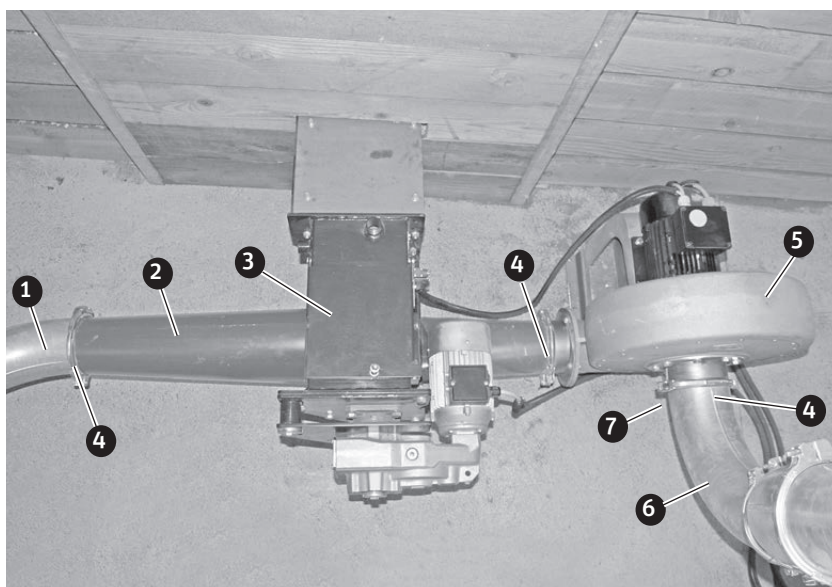

Fig. 217 Dispositivo di aspirazione
- ▶ Montare l'unità di trasferimento sulla cassetta d'aspirazione con 4 viti a testa esagonale M10x30 e i dadi M10 su ciascun lato – Fig. 217.
- ▶ Montare il ventilatore con la guarnizione e l'anello di serraggio sul **lato più corto della cassetta d'aspirazione** – Fig. 217.
- ▶ Onde scongiurare l'apertura involontaria, i lati filettati degli anelli di serraggio devono essere serrati a 10 Nm – Fig. 217.